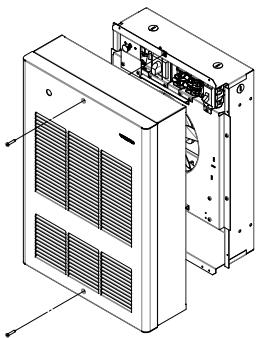

FIG. 8
- Dévissez les deux (2) vis retenant la grille (voir la figure 8) afin de la retirer.
- Revissez la grille à l'aide des deux (2) vis retirées précédemment (voir la figure 8).
- Dévissez les deux (2) vis retenant la grille (voir la figure 8).